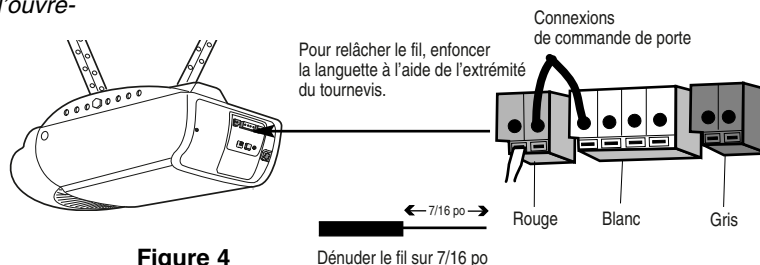

Figure 4
- Enlever le couvercle en soulevant doucement à partir d'un coin près du dessus du couvercle avec un petit tournevis à lame plate (Figure 4). Fixer à l'aide de vis autotaraudeuses 6AB x 1-1/4 po (installation standard) ou de vis à métaux 6-32 x 1 po (dans la boîte simple) comme suit :
- Dénuder 7/16 po d'isolation à l'extrémité du fil de sonnerie. Raccorder le fil de sonnerie aux bornes à raccordement rapide comme suit: le fil blanc à blanc et le fil blanc/rouge à rouge (Figure 4).